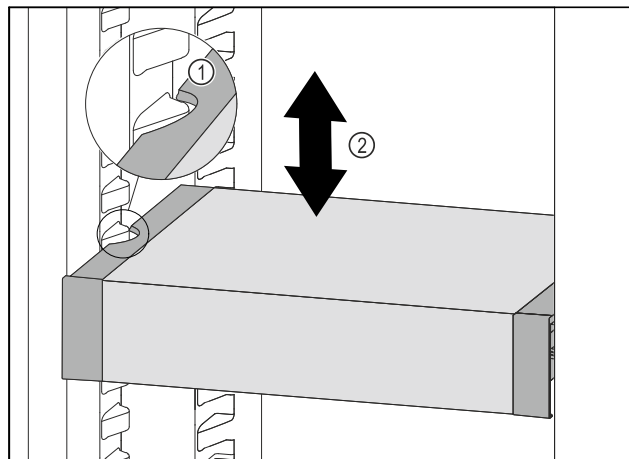

Fig. 91
- ▶ Тяните VarioSafe вперед, пока боковые выемки VarioSafe не окажутся на высоте выступа резервуара в холодильном отделении. Fig. 91 (1)
- ▶ Двигайте VarioSafe в холодильном отделении вверх или вниз, пока не будет достигнута требуемая высота. Fig. 91 (2)